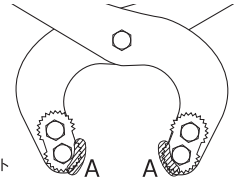
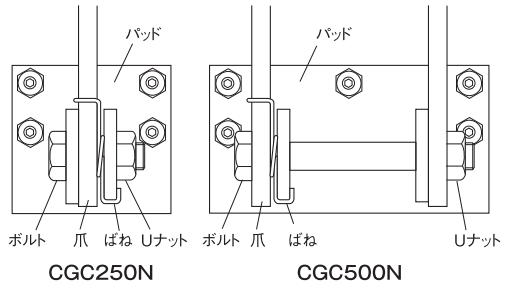

図5
図6
- ② カムの表裏又は上下を入れ替え、未使用部分が図5のAの位置に来るように取り付けて下さい。カムの取り付け位置については、6～8ページをご参照下さい。※パッドを取り付けることも可能です。(CGC250・500) (パッドの交換方法をご参照下さい。)
- ③ ボルト・Uナットを締め付けて下さい。
- ① ボルト・Uナットを緩めパッドとばねを取り外して下さい。(図6)
- ② 新しいパッドとばねを、爪に取り付けて下さい。パッドの取り付け位置については9～10ページをご参照下さい。※カムを取り付けることも可能です。(カムの交換方法をご参照下さい。)